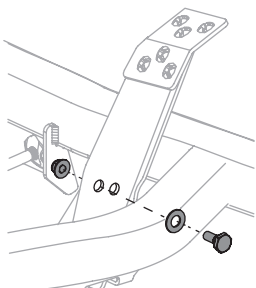

Figura 36
2. Retire el perno hexagonal, la arandela y la tuerca hexagonal cerca del centro del conjunto del pedal. Vea la Figura 36.
4. Vuelva a instalar el hardware que retiró anteriormente y apriete la tuerca a 28-35 pies-libras (38-47 N-m). Vea la Figura 36.